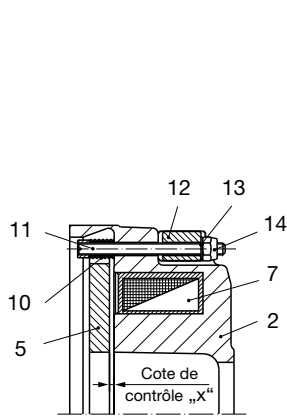

Fig. 1
**Procédure (fig. 1 et 2) :**
2. Retirez les bouchons des trous du déblocage manuel dans le porte-bobine (2).
3. Enficher les ressorts (10) sur les tiges filetées (11). En usine, la tige filetée (11) est complétée d'une clavette comme élément de pression, qui est fixée avec de la colle jusqu'à la taille M60. Cette fixation ne doit pas être défaite.
4. Introduire à l'intérieur du porte-bobine (2) les tiges filetées (11) avec ressorts (10) (vue sur la bobine (7)) dans les alésages du déblocage manuel.
5. Glisser les joints toriques (uniquement pour déblocage manuel étanche, Type 891...\_...1) sur les tiges filetées (11) et les presser dans les logements du porte-bobine (2).
6. Glisser des rondelles intermédiaires (uniquement pour déblocage manuel étanche, Type 891...\_...1) sur les tiges filetées (11).
7. Placer l'étrier (12), enficher les rondelles (13) et visser légèrement les écrous autobloquants (14).
8. Serrer les deux écrous hexagonaux (14), jusqu'à ce que le disque de freinage (5) repose uniformément sur le porte-bobine (2).
9. Desserrer les deux écrous (14) du nombre „Y“ de tours (voir tabl. 1, p. 7), et établir l'entrefer entre le disque de freinage (5) et porte-bobine (2) ou la cote de contrôle „x“ (fig. 1).
10. Après le montage du capot du ventilateur, visser et serrer le levier (15) dans l'étrier (12) du déblocage manuel. Le levier (15) doit être bloqué avec par exemple de la Loctite 243 pour éviter qu'il se dévise.